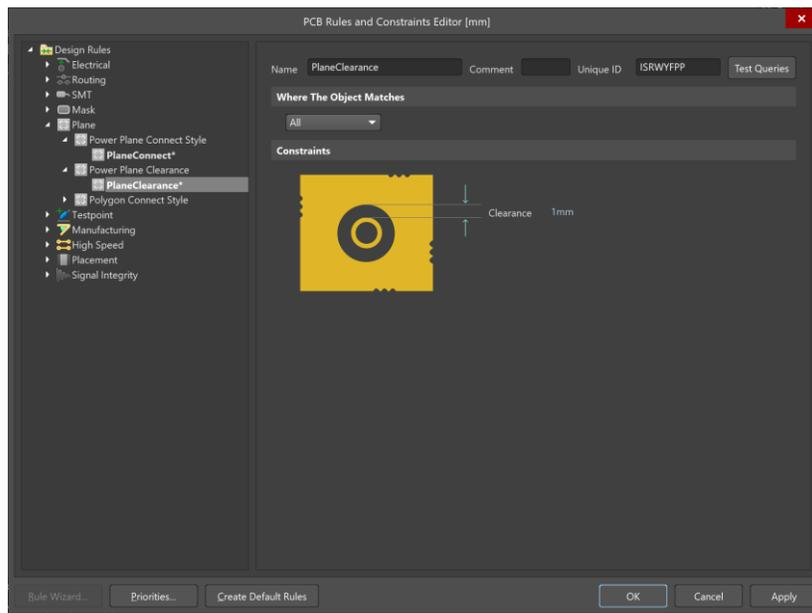

Imagen 42: PlaneClearance.
3. Seleccione “Plane” “Power Plane Clearance” “PlaneClearance” y configure el parámetro “Clearance” a 1 mm para evitar errores al momento de realizar el ensamble de las capas de PCB, ver imagen 42.